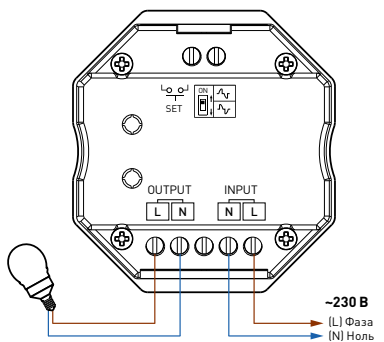

Рис. 3. Схема подключения диммируемых ламп с питанием AC 230 В
3.2. Подключите светорегулятор согласно схеме на рис. 3 или 4: